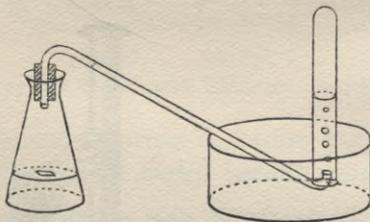

Fig. 21. Wasserstoff aus Schwefelsäure durch Magnesium freigemacht.
* **Versuch 9** (Fig. 21): Schneide von einem Magnesiumband (oder Eisendraht) mehrere gleichlange Stücke (etwa 1 cm) ab, wirf je eins in eine kleine, mit verdünnter Schwefelsäure gefüllte Gasentwicklungsflasche (Erlenmeyer) und setze den Stöpsel mit dem Gasableitungsrohr, aber ohne Sicherheitsrohr, so schnell auf, daß alles entweichende Gas
*** Versuch 1** (Fig. 21): Schneide von einem Magnesiumbunde sechs gleichlange Stücke (1 cm) ab, wirf davon je eins in eine kleine Gasentwicklungsflasche (Erlenmeyer) mit verdünnter Salzsäure und in eine solche mit verdünnter Schwefelsäure und verschließe die Flasche so schnell durch einen Stöpsel mit Gasableitungsröhr, daß alles entstehende Gas (Wasserstoff) in einem weiten Reagenzröhr aufgefangen wird. Wiederhole den Versuch mit der doppelten Menge (2 Stückchen) Magnesium und vergleiche die entstehenden Gasmenngen, nachdem das Röhr bis zur Höhe des inneren Wasserstandes eingetaucht ist.